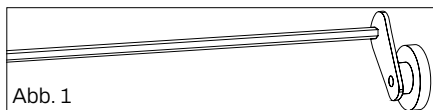

Abb. 1
Schritt 1 Betätigen Sie den Mechanismus zum manuellen Bewegen des Bettes mithilfe der mitgelieferten Stange (Abb. 1).